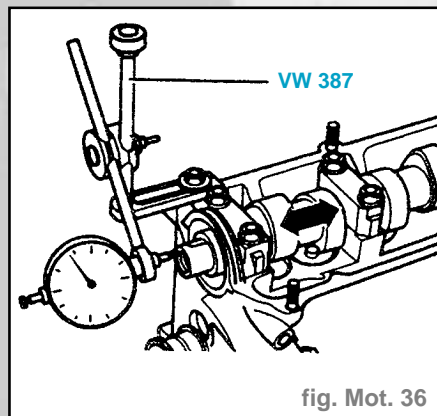

fig. Mot. 36
- Mesurer le jeu axial : celui-ci doit être inférieur à **0,15 mm** (fig. mot. 36).